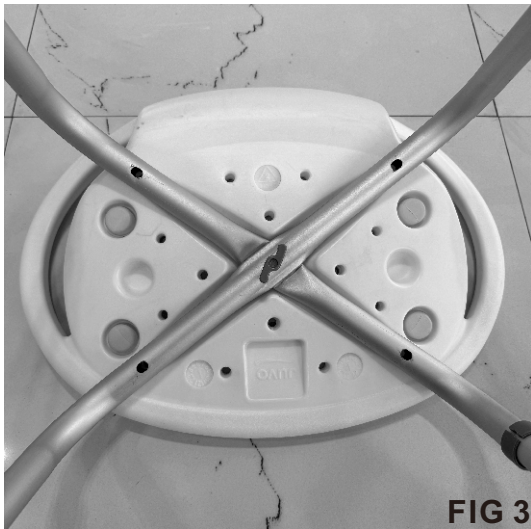

FIG 3
- Placez le support de jambe en forme de U n° 2 sur le support de jambe en forme de U n° 1, dans le canal encastré marqué n° 2. (Voir FIG. 3)